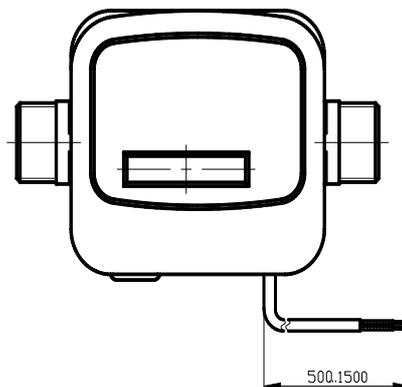

Рисунок 2
- без температурной коррекции с импульсным выходом классов точности 1,0 и 1,5 (рисунок 2);
- с температурной коррекцией и импульсным выходом классов точности 1,0 и 1,5 (рисунок 2).